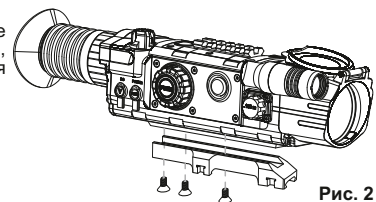

Рис. 2
- С помощью шестигранного ключа и винтов привинтите кронштейн к основанию прицела (см. рис. 2).